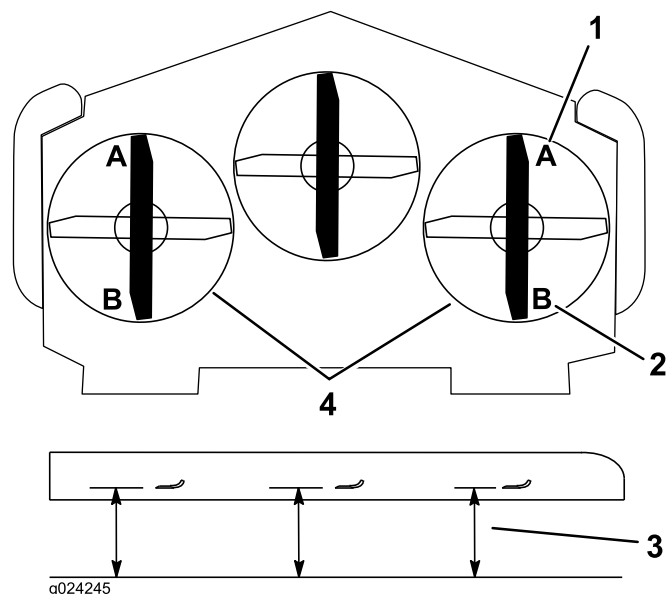

Figure 90
8. De chaque côté du tablier de coupe, mesurez la distance entre la surface plane et la pointe avant de la lame (position A). La distance obtenue doit être de 7,6 cm (3 po) (Figure 90).
14. De chaque côté du tablier de coupe, mesurez la distance entre la surface plane et la pointe arrière de la lame (position B). La distance obtenue doit être de 8,3 cm (3-1/4 po) (Figure 90).